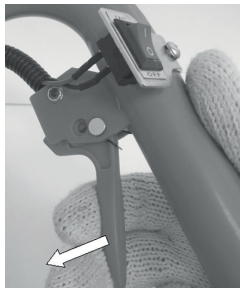

Рис. 10
1. Для останова двигателя отпустите курок газа (Рис. 10)